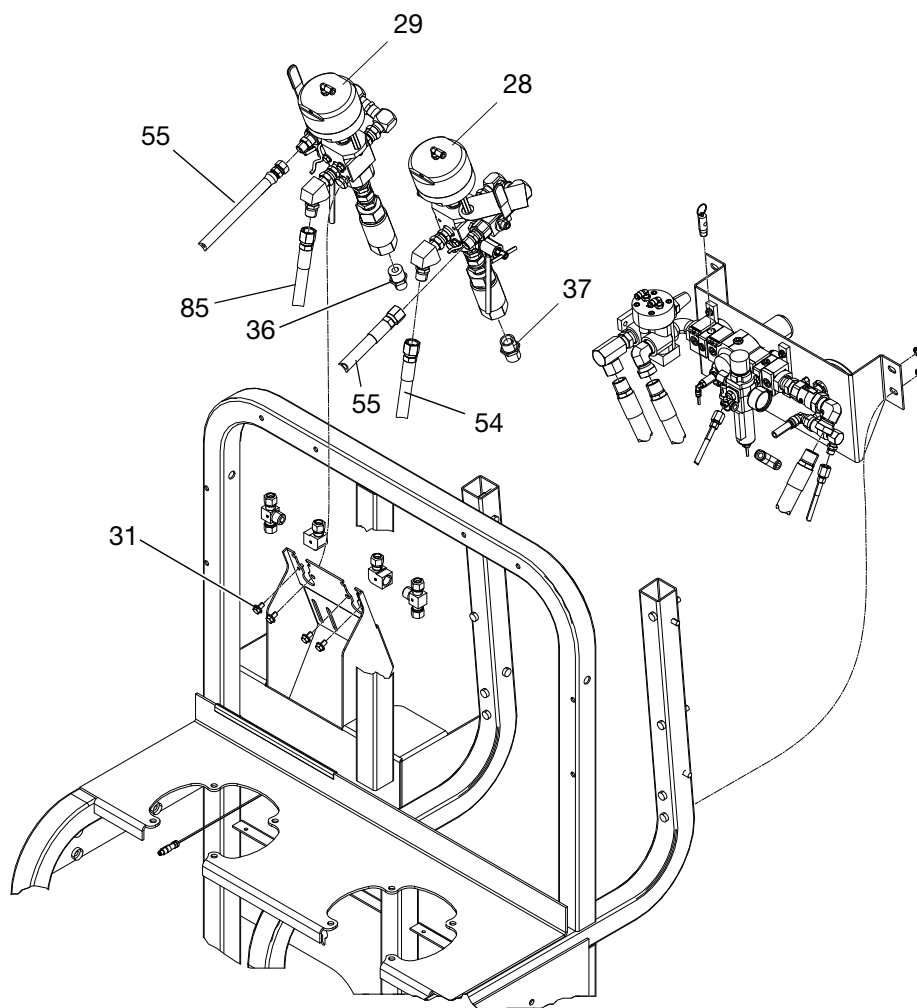

FIG. 6
2. Desconecte todas las líneas de fluido de las válvulas dosificadoras (28 o 29). Consulte la FIG. 6.
3. Quite los dos pernos (31) que sujetan la válvula dosificadora al soporte.
5. Desconecte el sensor de presión (831) de la válvula dosificadora. Consulte la página 76.